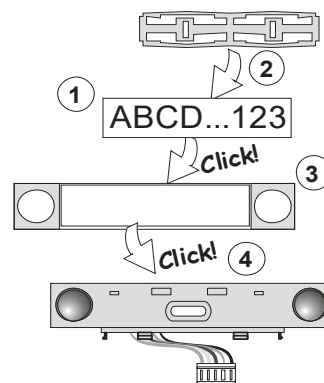

Fig. 3: Isætning af låtel i kontrolpanelet.
- Når du isætter batterier, vil den gule, baggrundsbelysningsknap (3) lyse konstant, hvilket indikerer, at betjeningspanelet endnu ikke er indlæst i centralen.
- Tryk på baggrundsbelysningsknappen (3) - betjeningspanelet sender et indlæsningssignal og den gule LED slukker (dette kan tage et par sekunder). Et indlæsningssignal bliver også sendt, når du isætter batterier.
- Når du er færdig med installationen, indsæt beskrivelseslabels i de transparente klapper og luk dem, se fig. 3. Label-udskrivningen er en del af F-Link softwaren (under enheder - **Interne indstillinger**) på betjeningspanelet.